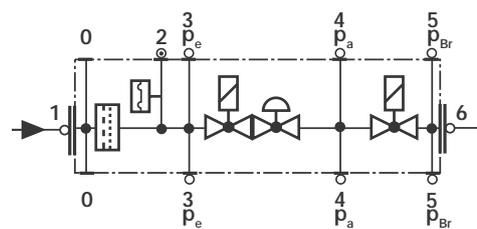

Fig. 33
- Cambiar el filtro cuando  $\Delta p$  entre las tomas de presión 1 y 3 sea  $> 10$  mbar (Fig. 33).
- Cambiar el filtro cuando  $\Delta p$  entre las tomas de presión 1 y 3 (Fig. 33) sea dos veces mayor que el valor registrado durante el último control.